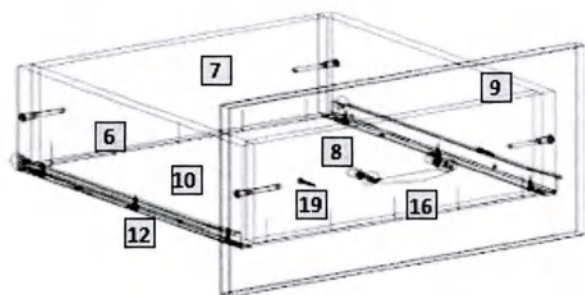

Рис.1
- 1) Внимательно ознакомьтесь со схемой сборки, изображенной на рис.1, сверяясь со спецификацией на изделие. Согласно схеме и спецификации определите расположение деталей в изделии и порядок их сборки. Сборка производится на ровном полу, укрытом материалом, предотвращающим повреждение покрытия пола и деталей мебели. Подготовьте необходимые для сборки инструменты – плоскую и крестовую отвёртки, молоток, рулетку или линейку.
- 2) На вертикальных боковых стенках (2 и 3) установите цилиндрические части эксцентриковых стяжек (17) в предназначенные для них отверстия; шурупами 4x16 (18) закрепите [- образные части роликовых направляющих (15). На крышке 1 установите штики эксцентриковых стяжек (17) и ограждения (23) (при необходимости).